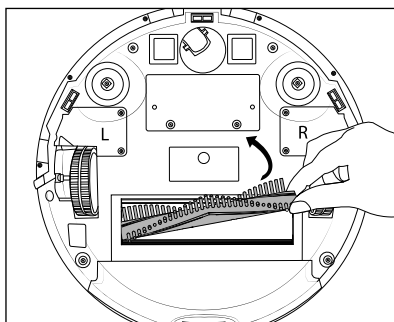

Fig. 15
- ◆ Afferrare il rullo a spazzola 13 dal lato destro e toglierlo dall'apparecchio (vedere fig. 15). Servendosi dello spazzolino 10, rimuovere peli e sporco.